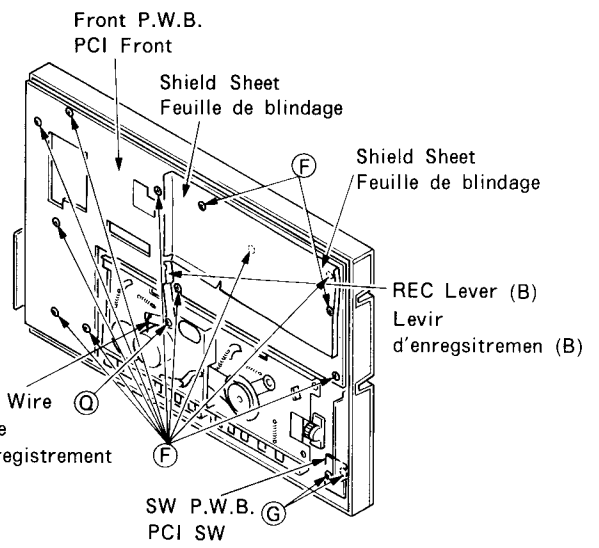
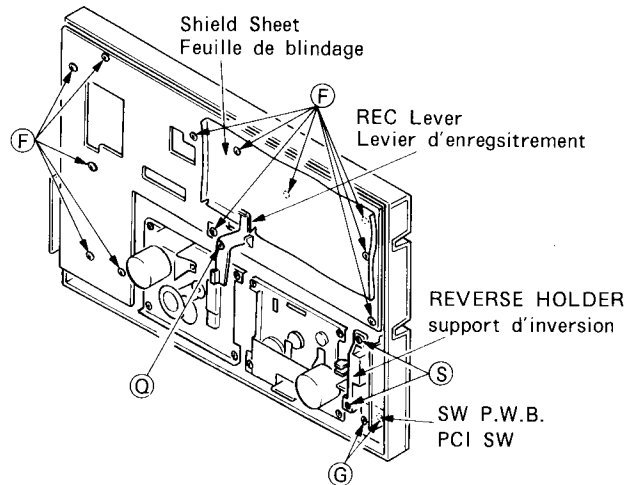

Fig. 4
Fig. 5
- (2) Remove the 1 screw **G**, REC Lever (B) and REC wire. (Fig. 4)
- In case of HRD-MD38 for W (UN) only
- (2) Remove the 1 screw **G** and REC lever. (Fig. 5)
- (3) Remove the 12 screws **F**. (Fig. 4)
- (1) Remove the 2 screws **H**. (Fig. 4)
- (1) Remove the 2 screws **S** with REVERSE HOLDER. (Fig. 5)
- (2) Remove the 2 screws **C**.
- (2) Enlever la vis **G**, le levier REC et le fil REC (Fig. 4).
- Dans le cas de HRD-MD38 pour W (UN) seulement
- (2) Enlever la vis **G** et levier REC (Fig. 5).
- (3) Desserrer les 12 vis **F**. (Fig. 4)
- (1) Desserrer 2 vis **H**. (Fig. 4)
- (1) Enlever les 2 vis **S** avec le support d'inversion. (Fig. 5)
- (2) Desserrer les 2 vis **C**.
- (1) Desserrer les 7 vis **K** (Fig. 5).
- Dans le cas de HRD-MD38 W (UN) seulement